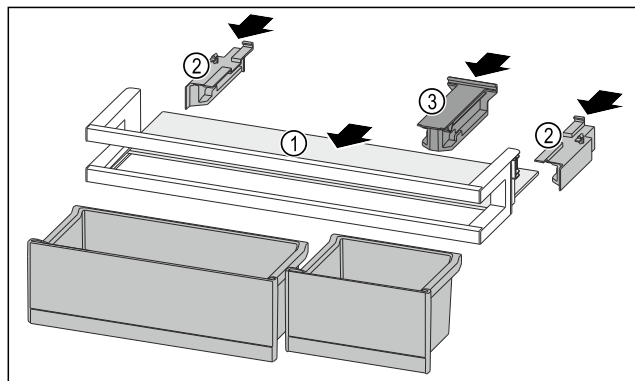

Fig. 93
- Insérer la tablette de rangement Fig. 93 (1) dans les évidements latéraux.
- Installer les parties latérales Fig. 93 (2).
- Installer la pièce de retenue Fig. 93 (3).